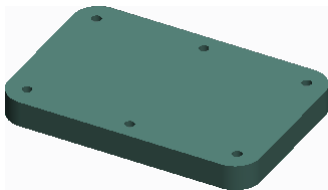

图 4.3.2 设定刀具一般参数
Step1. 设置工作目录。选择下拉菜单 **文件** → **管理会话 (M)** → **选择工作目录 (D)** 命令，将工作目录设置至 D:\Creo 2.9\work\ch04\ch04.03。
Step2. 在工具栏中单击“打开”按钮 ，从弹出的“文件打开”对话框中，选取三维零件模型——hole_tap.asm 作为制造零件模型，并将其打开。此时工作区中显示图 4.3.2 所示的制造模型。